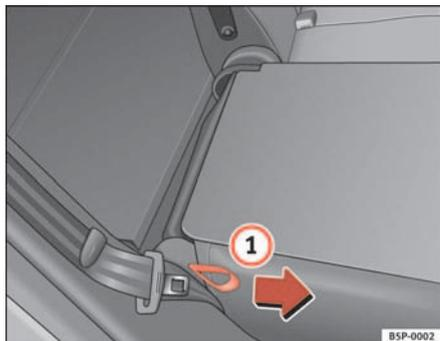

Fig. 97 Rabattre ou relever le dossier des sièges arrière
- Tirez sur la dragonne sur le côté de la banquette ⇒ fig. 97 ①.